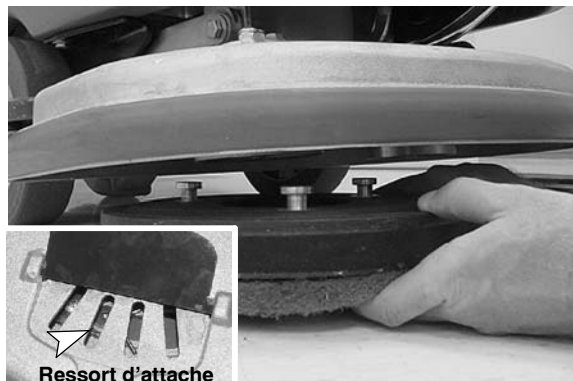

FIG. 8
- Alignez les goujons de fixation dans les fentes du moyeu d'entraînement et effectuez une rotation rapide de l'entraîneur de patin, afin d'engager le ressort d'attache (Figure 8).